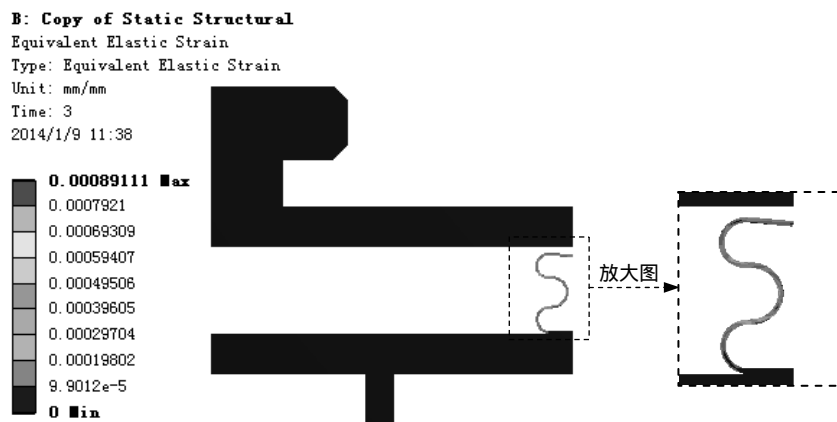
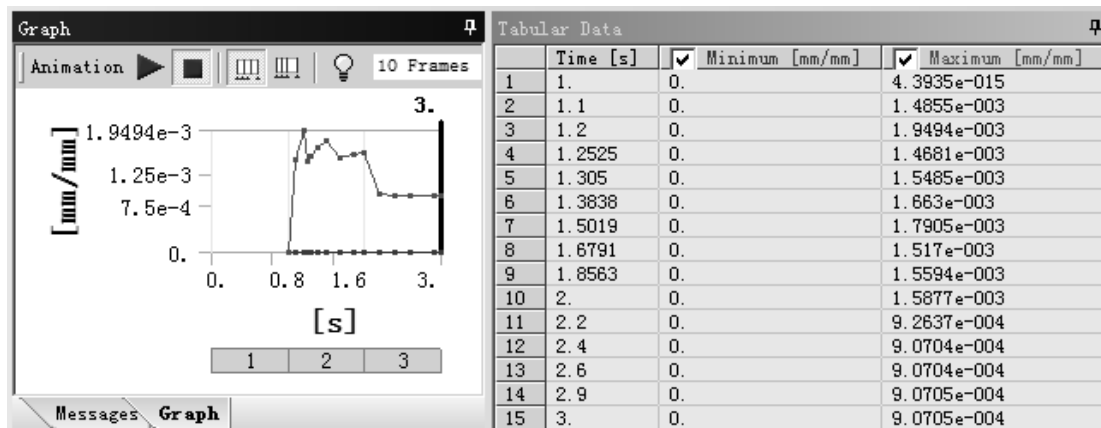

图 9.7.41 应变结果图解
图 9.7.42 查看 Equivalent Elastic Strain
(4) 查看应变结果图解。在“Outline”窗口中选中 Equivalent Elastic Strain 选项，发现在第二步及第三步时就发生了塑性变形，如图 9.7.41 所示。展开“Graph”窗口，查看应变曲线图（图 9.7.42）。